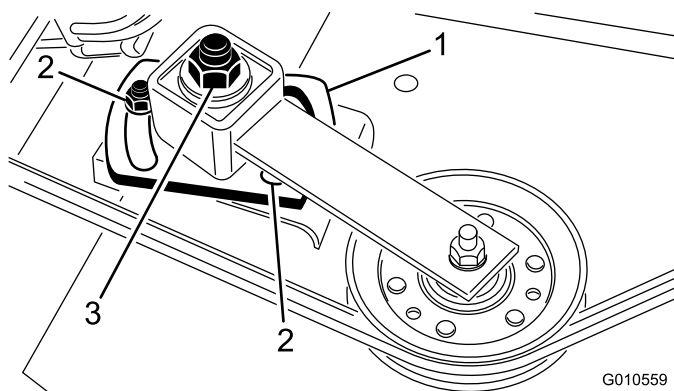

Figura 28
4. Afloje las 2 tuercas que sujetan la placa tensora. Usando una llave dinamométrica con llave de vaso, apriete la tuerca de ajuste de la polea tensora a 24–41 N-m (Figura 28).